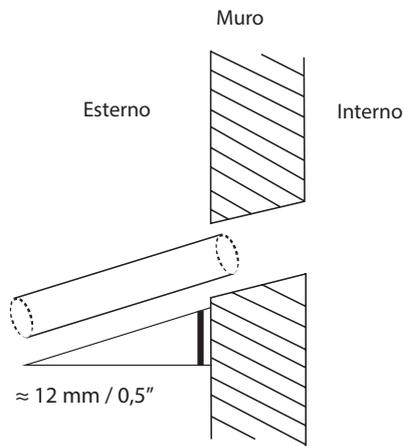

Fig. 6.4
3. Realizzare il foro nella parete usando una punta da 65 mm (2,5"). Il foro dovrà avere una leggera inclinazione, in modo che l'estremità esterna sia più in basso di quella interna di circa 12 mm (0,5"). Questo faciliterà lo scarico dell'acqua (Fig. 6.4). Inserire nel muro il manicotto protettivo, che proteggerà i bordi del foro e migliorerà la tenuta al termine dell'installazione.